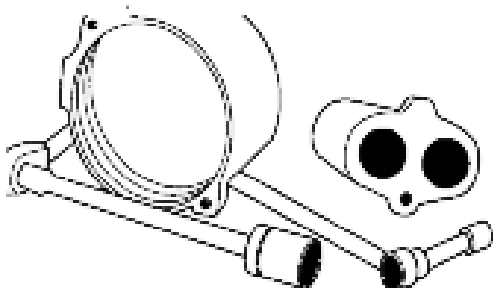

Figure 27 : Retirer la buse
6. La buse des modèles de 1/2 HP peut être retirée de la carcasse de la pompe à l'aide d'une clé à douille standard de 1 1/4 po munie d'une extension (figure 27). Sur les modèles de 3/4 et de 1 HP, la buse fait partie du corps de la pompe. Lors du remplacement de la buse et du venturi, assurez-vous qu'ils sont bien serrés contre l'épaulement. Faites attention de ne pas croiser les fils. Si la buse n'est pas complètement engagée dans la carcasse, le débit sera bloqué par l'entrée du venturi.